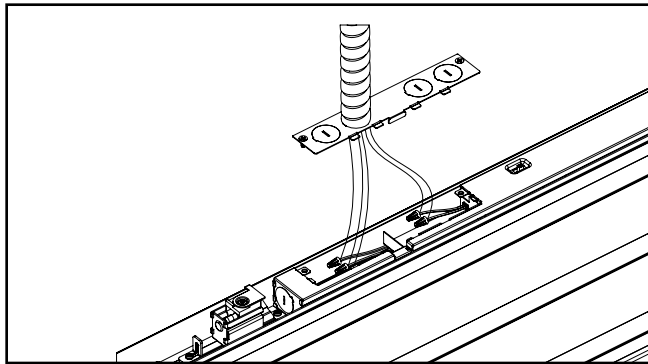

Figura 14.
9. Conecte los cables del conducto flexible a la caja de conexiones: verde con verde (tierra), blanco con blanco (neutro) y negro con negro (vivo). También se suministran cables rosa y violeta para conectar a un atenuador de 0-10 V. Ver Figura 14.